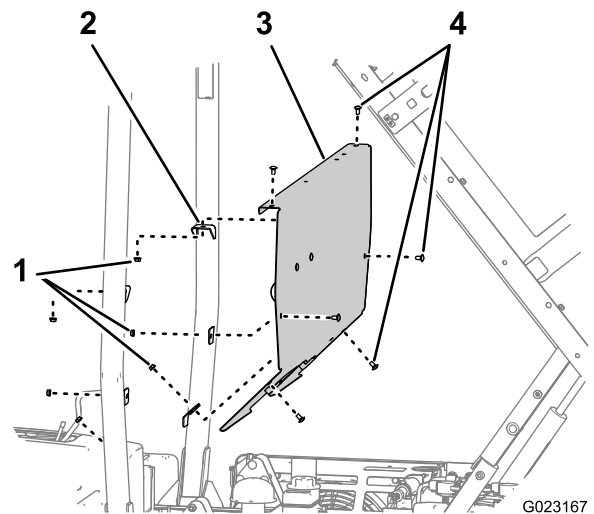

Figura 10
1. Rimuovete i 6 bulloni a testa tonda e i 6 dadi che fissano il pannello ROPS alle staffe di montaggio sul roll-bar (Figura 10).
2. Rimuovete il pannello ROPS dalla macchina (Figura 10)